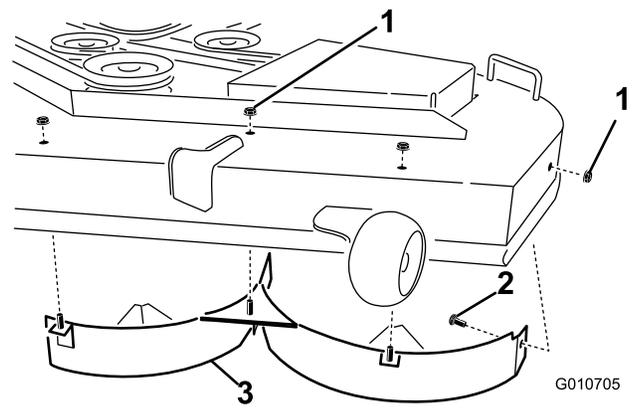

Figure 5
13. Montez le déflecteur gauche sur le tablier de coupe comme illustré à la Figure 5. Fixez les ergots soudés du déflecteur droit sur le dessus du tablier de coupe, au centre, à gauche du centre et à gauche, à l'aide de trois contre-écrous (5/16 pouce). Serrez les fixations à la main.